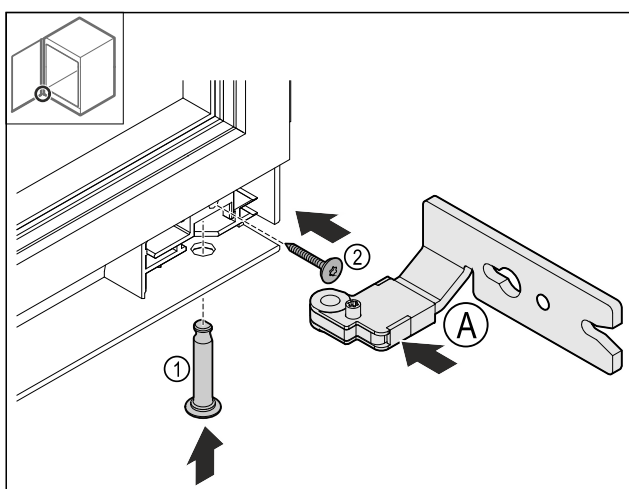

Fig. 29
- Umetnite donju šarku Fig. 29 (A).
- Umetnite svornjak Fig. 29 (1) i pridržite ga.
- Pritegnite vijak Fig. 29 (2).